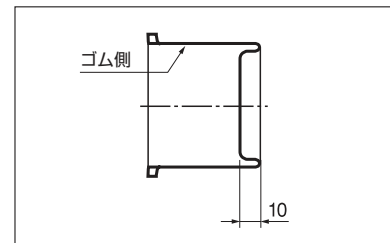

Fig.38
- ⑧ a) B FダイヤフラムRの凹部の深さを約10mm程度にする。(Fig.38)